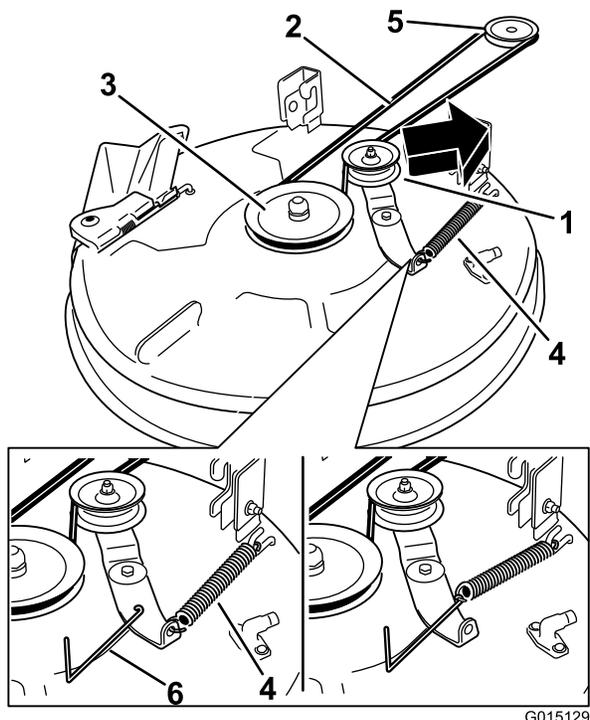

Bild 57
4. Entfernen Sie die Spannscheibenfeder mit einem Werkzeug zur Federentfernung (Toro Bestellnummer 92-5771) vom Mähwerkhaken, um die Spannung von der Spannscheibe zu nehmen, und rollen Sie den Riemen von den Spannscheiben (Bild 57).
5. Verlegen Sie den neuen Riemen um die Motor- und Mähwerkriemenscheiben (Bild 57).
6. Setzen Sie die Spannscheibenfeder mit einem Werkzeug zur Federentfernung (Toro Bestellnummer 92-5771) auf den Mähwerkhaken, um die Spannscheibe und den Mähwerkriemen zu spannen (Bild 57).